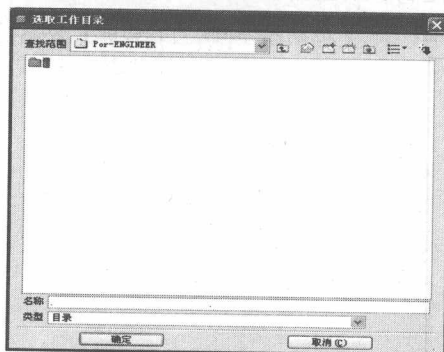

图 1-4 “选取工作目录”对话框
- “设置工作目录”：用来设置 Pro/ENGINEER 打开文件的搜索路径，选择该命令后将会弹出如图 1-4 所示的“选取工作目录”对话框，在该对话框中读者可以根据自己的需要任意设置工作目录所在的路径。